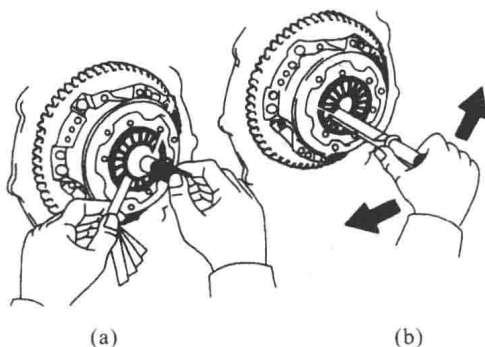

图 1-16 膜片弹簧变形的检查
②膜片弹簧变形的检查。如图 1-16(a)所示,用维修工具盖住弹簧片小端,用塞尺测量每个弹簧片小端与维修工具平面之间的间隙,弹簧片小端应在同一平面上,弯曲变形不得超过 0.5 mm。否则,应用图 1-16(b)所示的维修工具将弯曲变形过大的弹簧片小端撬起进行调整。